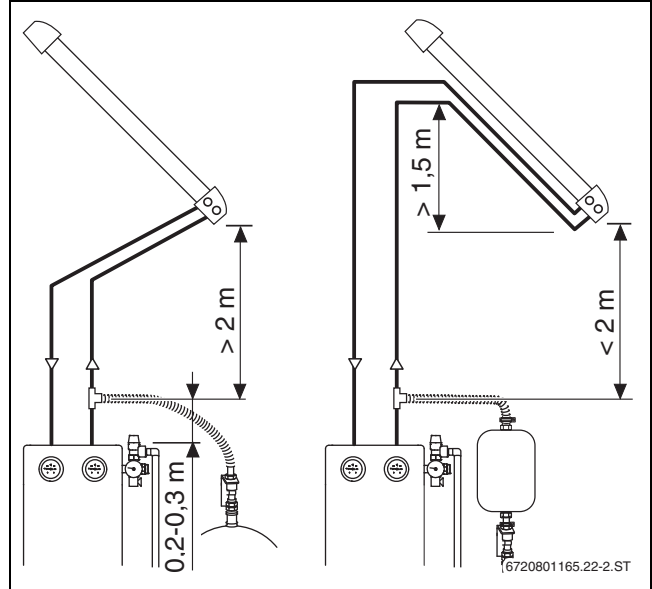

Bild 12 Abstand zum Kollektorfeld (SKR)
- Am Kollektorfeld mit Vorlauf und Rücklauf einen „Leitungssack“ von mindestens 1,5 m Höhe bilden (→ Bild 12).